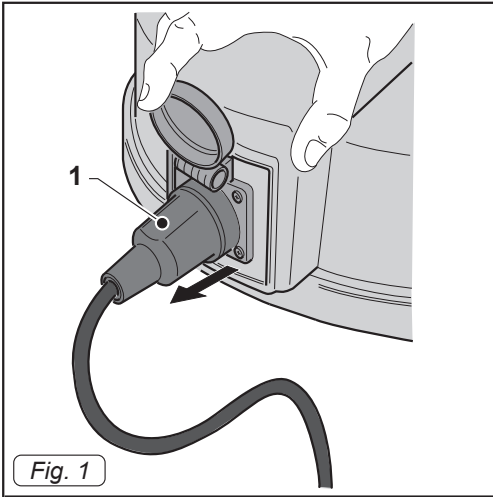
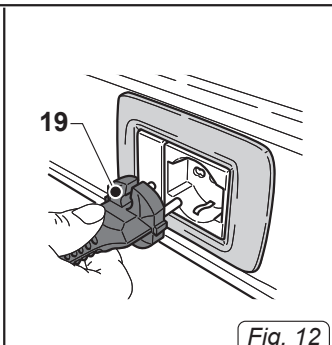

Fig. 1
Fig. 12
- Staccare la spina (1 Fig. 1) di alimentazione pompa di evacuazione.
- Inserire la spina (1 Fig. 1) sulla relativa presa.
- Inserire la spina (19 Fig. 12) nella presa di corrente e controllare che la spina (1 Fig. 1) di alimentazione pompa di evacuazione sia correttamente inserita.
- Staccare la spina (19 Fig. 12) dalla presa di corrente.